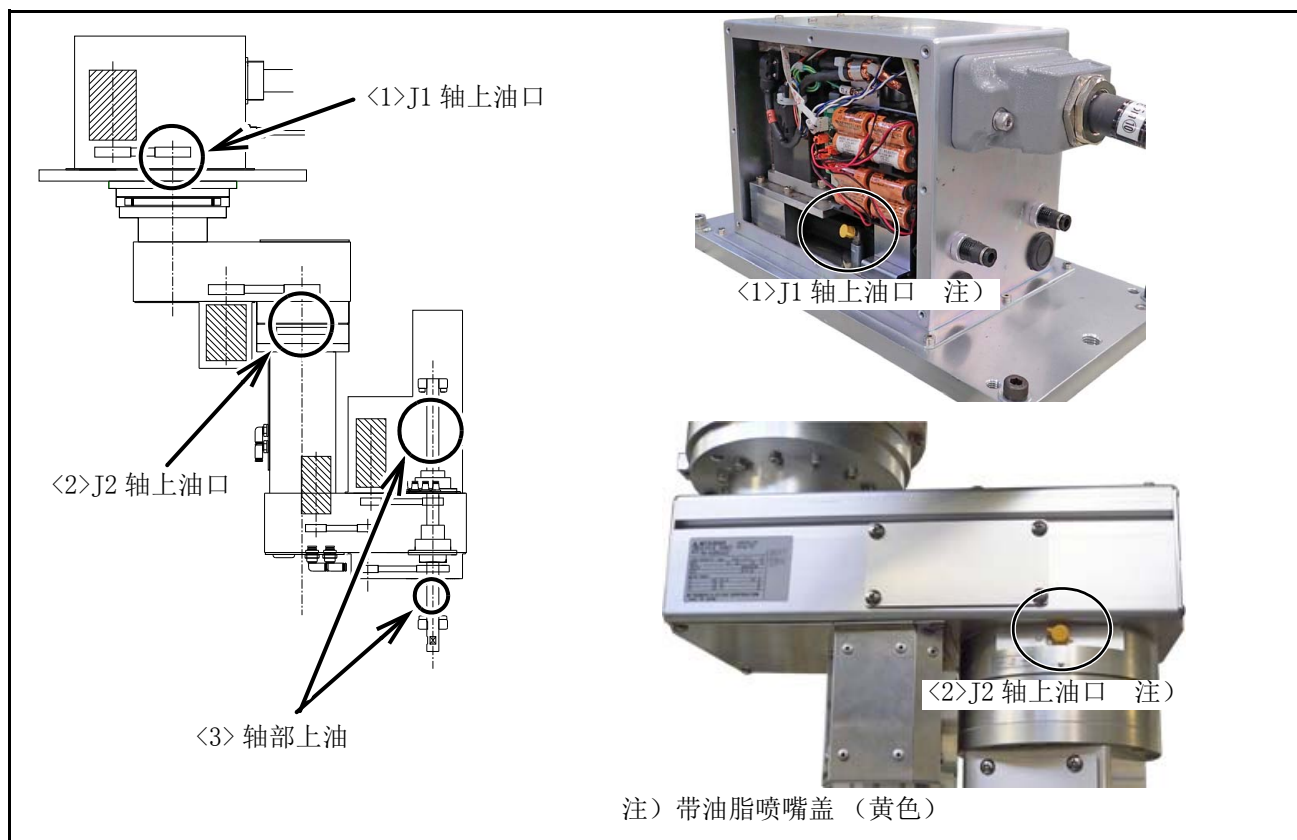

图 5-24: 上油位置 (RH-3FRHR 系列)
- 表 5-11 的编号与图 5-24 的编号相对应。
- 1) 上油口在如图 5-24 所示位置。应保持易于给机器人上油的姿势。